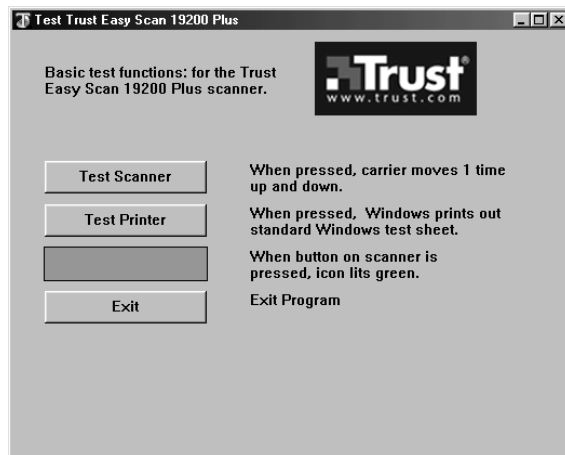

Figure 32 : Programme de test
1. Démarrez le programme de test du scanner (Démarrer/Programmes/Trust Combi Scan USB 19200/Test Program). S'ouvre alors une fenêtre semblable à celle de la figure 32.